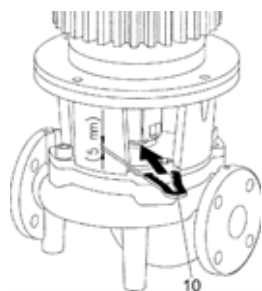

Fig. 19: Zakładanie widełek montażowych
- Wsunąć widełki montażowe (Fig. 19, poz. 10) między latarnię a sprzęgło. Nie może być luzu między widełkami a elementami pompy.